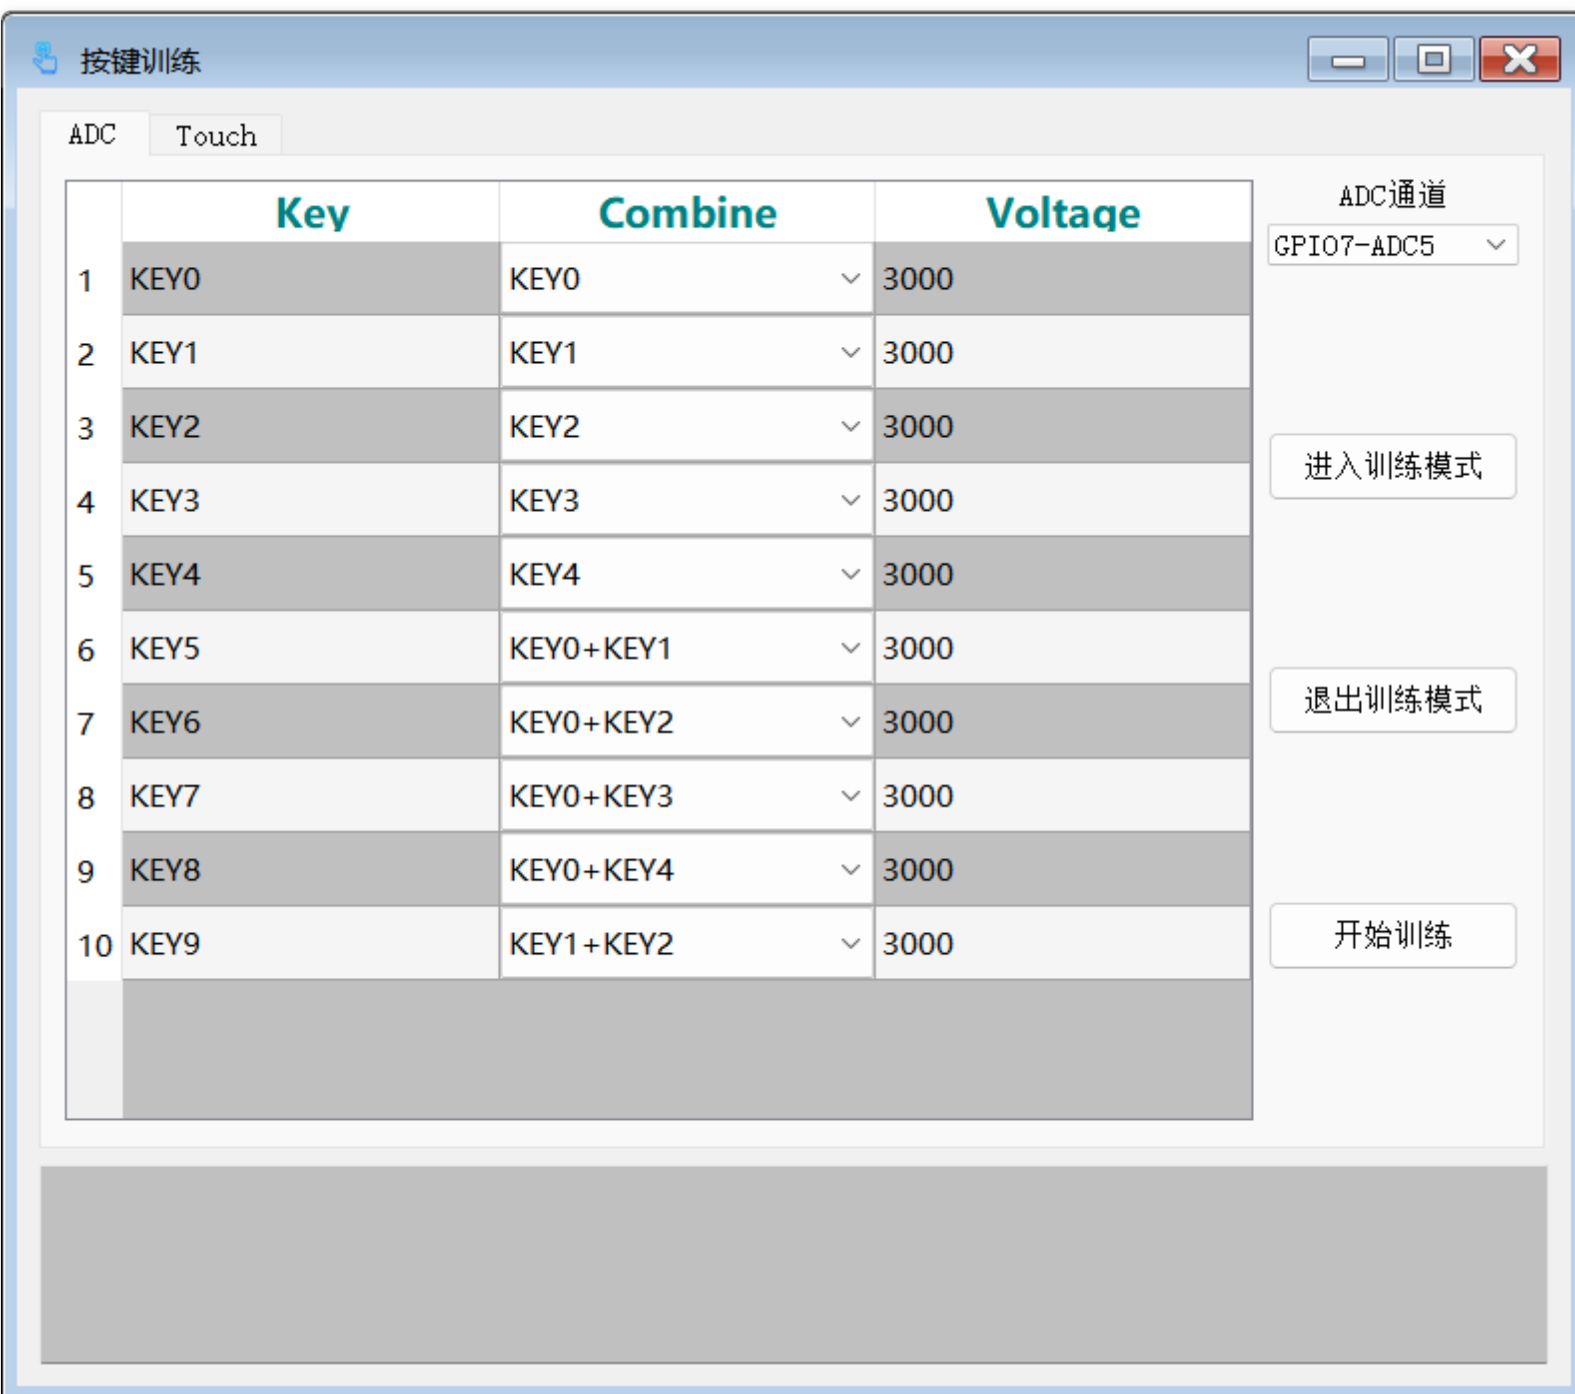

图4-7 ADC训练
- **ADC训练：**如图4-7所示，ADC训练页面中，根据需要选择ADC通道，再设置好每个KEY的按键组合，点击进入训练模式，再点击开始训练，LOG区域会打印10组电压值和一个平均电压值，将平均值填入表格中相应位置即可。依次完成表格中的10组KEY的电压值校准，点击退出训练模式。